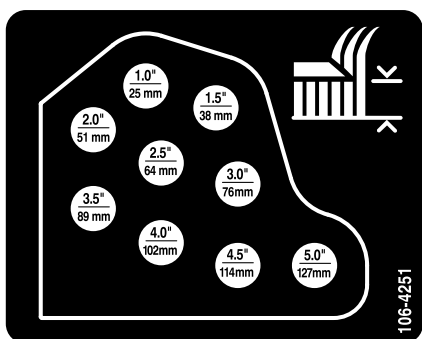

Figura 18
10. Monte as correntes da altura de corte no orifício da altura de corte desejada com o contrapino e pino de segurança (Figura 18).